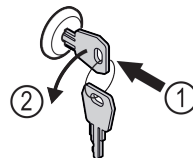

Fig. 181
- Sleutel erin duwen. Fig. 181 (1)
- Sleutel 90° linksom draaien. Fig. 181 (2)